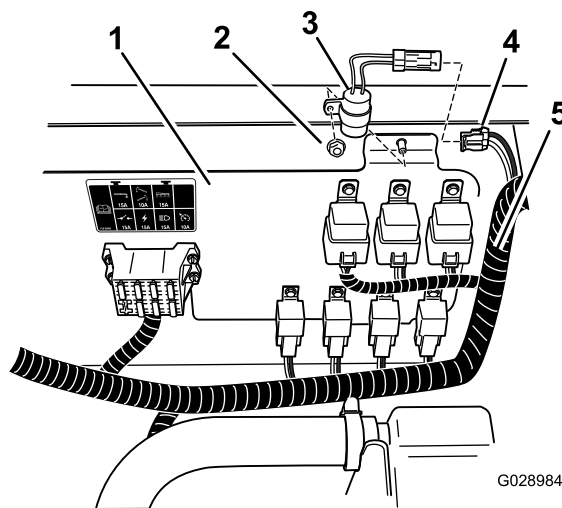

Figure 29
4. Connectez le temporisateur au faisceau principal à cet emplacement (Figure 29).
5. Placez un fusible de 40 A dans l'emplacement libre du porte-fusibles, comme montré à la Figure 29.